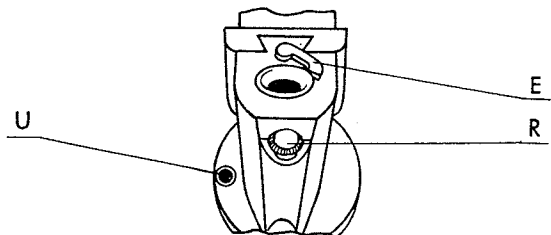

Abb. 5
2. Roten Punkt ins Fenster U bringen und Raste R in mittleres Loch setzen (Abb. 5).